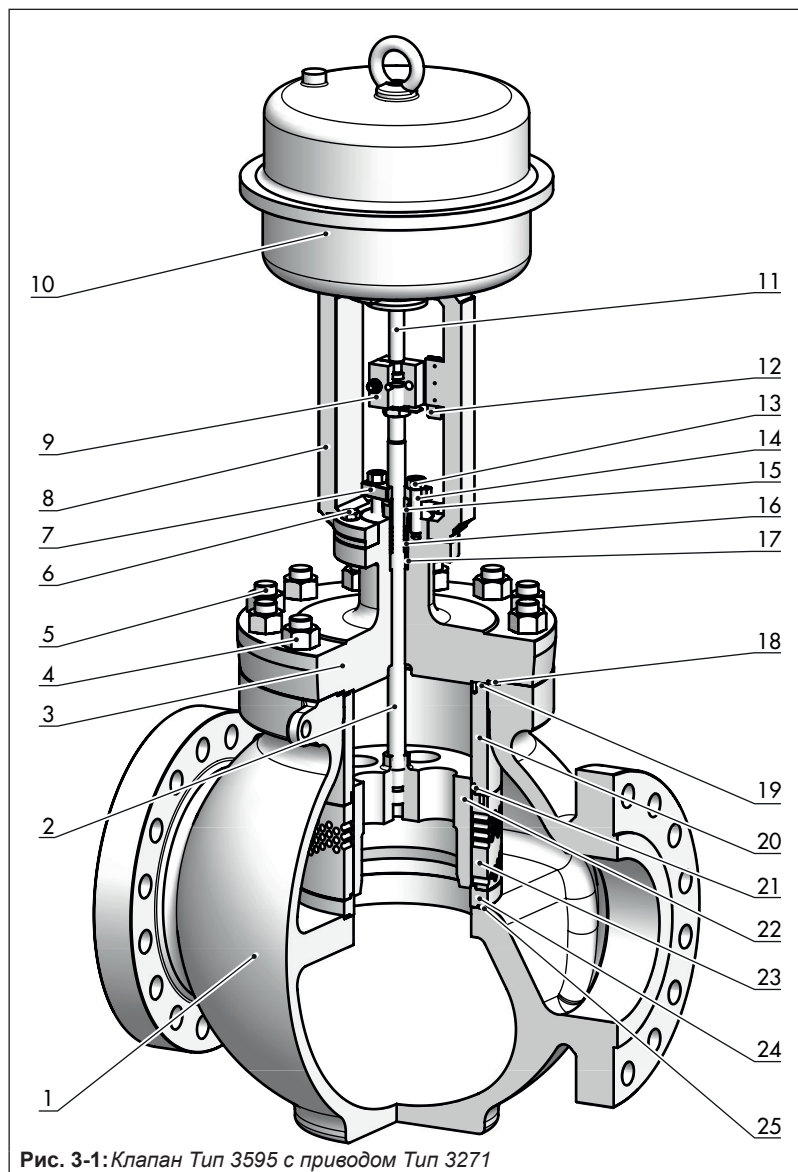

Рис. 3-1: Клапан Тип 3595 с приводом Тип 3271
См. Рис. 3-1
**Условные обозначения для Рис. 3-1**